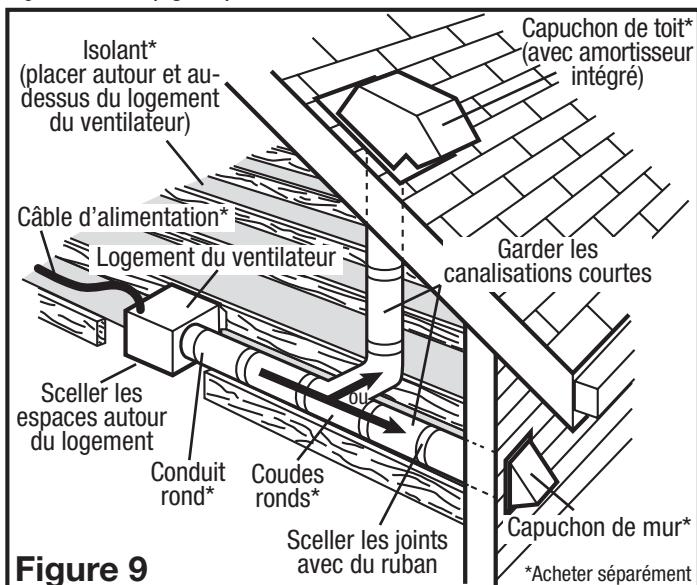

Figure 9
2. Assurez-vous que les joints des conduits et les pénétrations extérieures sont scellés avec du mastic ou tout autre matériau similaire pour créer un passage d'air étanche afin de minimiser la perte ou le gain de chaleur et réduire le risque de condensation. Placez / enveloppez l'isolant autour du conduit et / ou ventilateur afin de minimiser la possibilité d'accumulation de condensation à l'intérieur du conduit, ainsi que la perte ou le gain de chaleur (**Figure 9**).